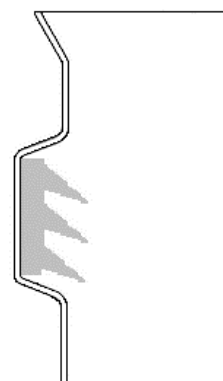

Fig.2
- Assicurarsi che la guarnizione siliconica (quando richiesta in funzione della designazione) sia perfettamente inserita nel proprio alloggiamento, come schematizzato in (Fig. 2);